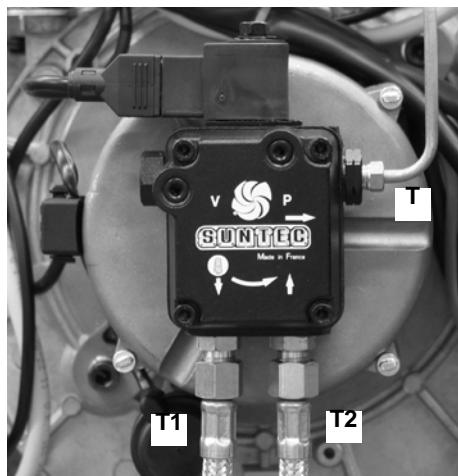

Рис. 46
- Отвинтить трубку **T** подачи дизтоплива от насоса (Рис. 46).